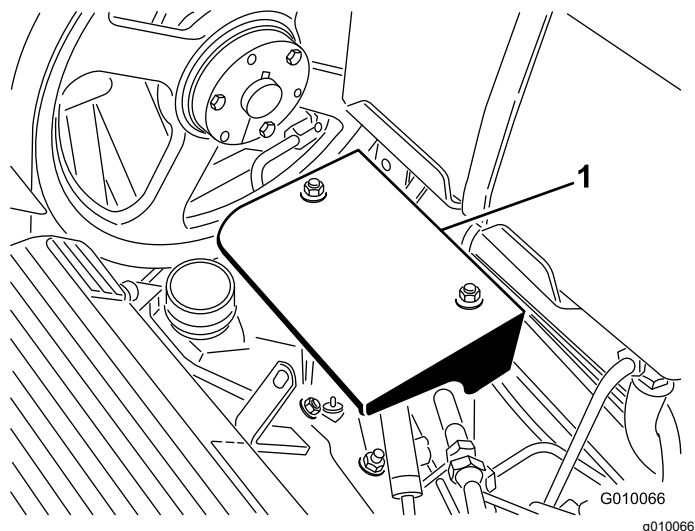

Figure 57
3. Retirez les 2 écrous de fixation du déflecteur de la pompe et déposez le déflecteur (Figure 57).